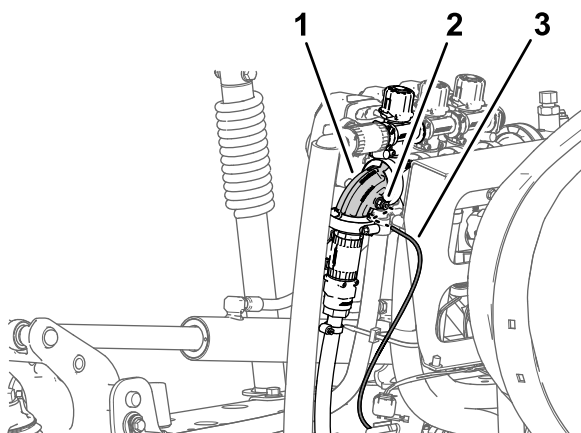

Figure 30
1. Poussez la bague de blocage du raccord de tube dans le raccord coudé à 90° de la vanne de section de pulvérisation droite (Figure 30).
2. Tirez le tube de détection de pression du manomètre de planche de bord hors du raccord de tube (Figure 30).